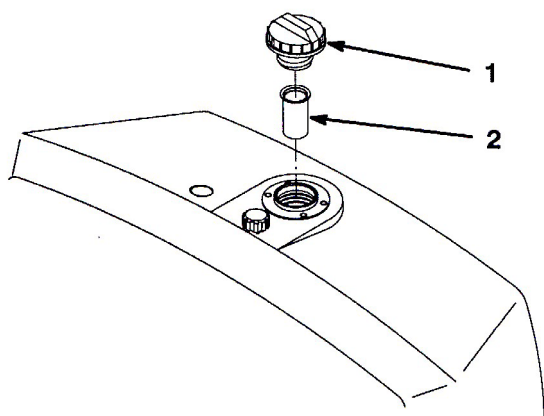

図 28
2. タンクからキャップを外して油量を点検する。補給口の首の根元部分まであれば適正である (図28)。